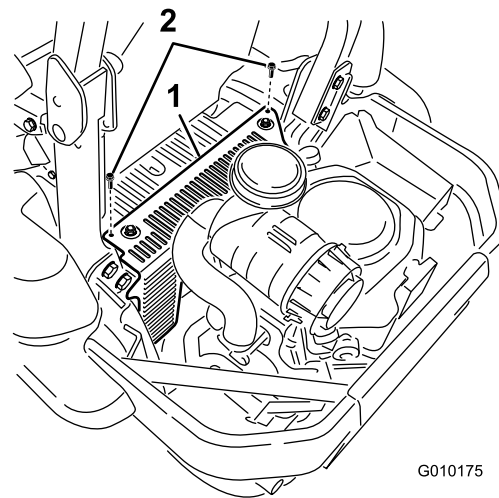

Figure 4
1. Pour les machines internationales uniquement : Déposez le cache de l'unité hydraulique sur la machine (Figure 4). Conservez les fixations et le cache.